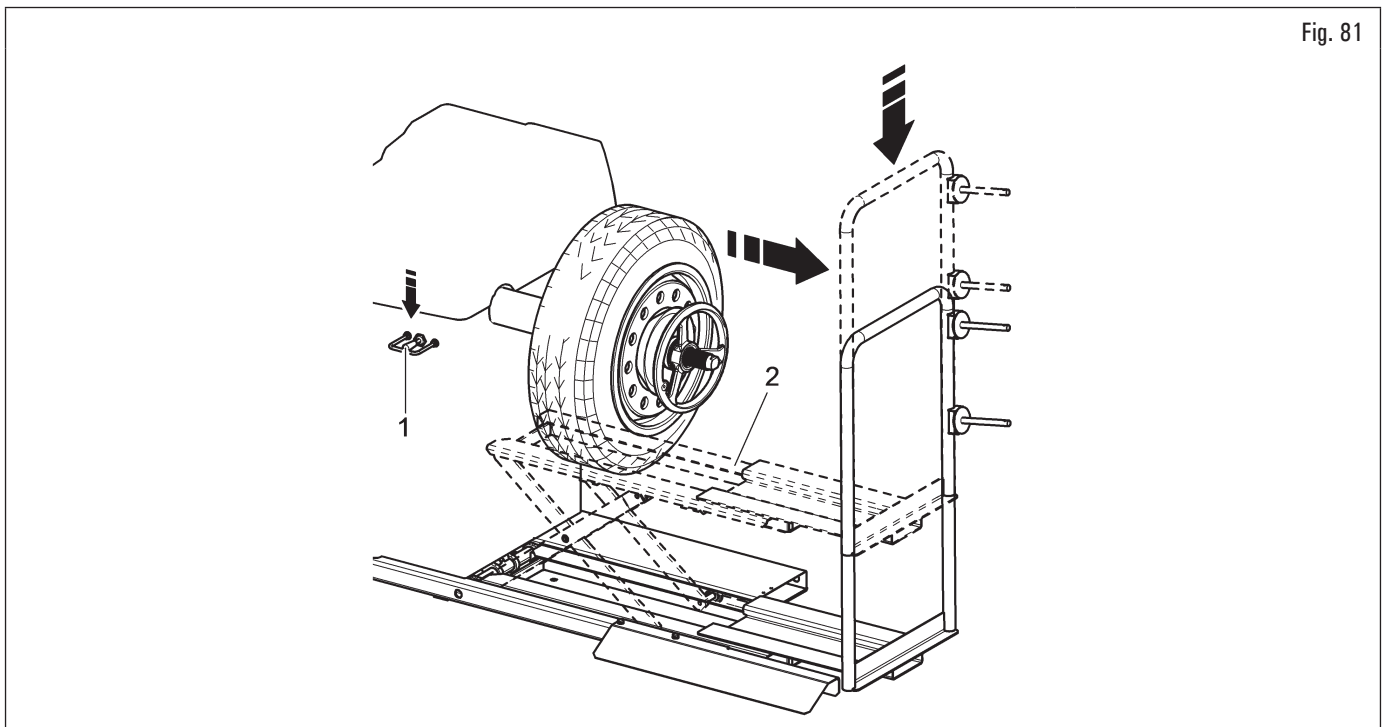

Fig. 81
6. abbassare il comando del sollevatore (Fig. 81 rif. 1) e far scendere la pedana (Fig. 81 rif. 2).